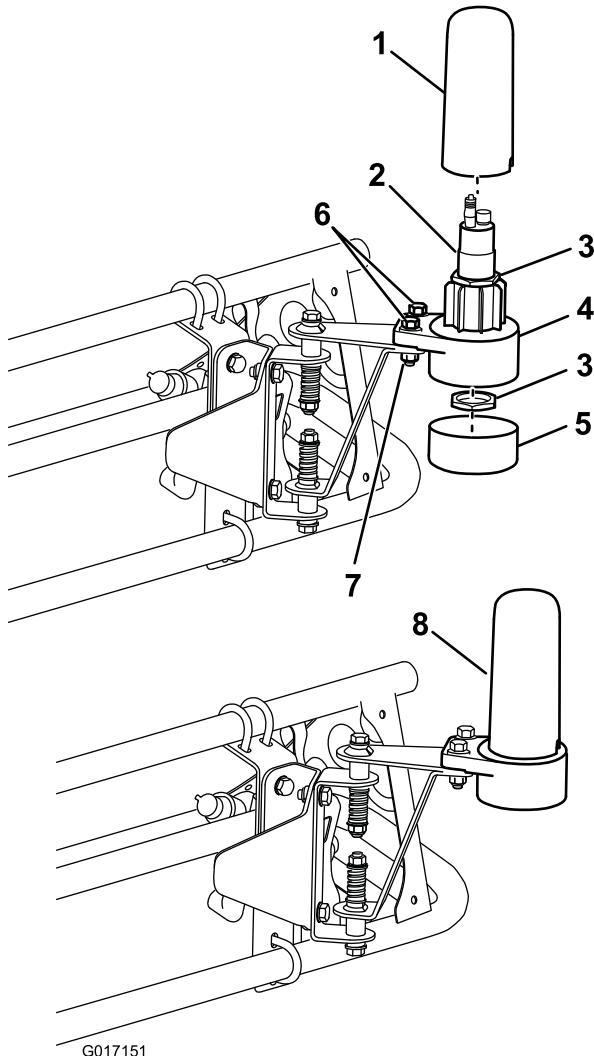

Bild 10
4. Befestigen Sie das untere Sensorgehäuse mit zwei Schrauben (5/16" x 1-1/4") und zwei Sicherungsmuttern (5/16") an den Sensorbefestigen (Bild 10).
6. Setzen Sie den Sensor in das untere Sensorgehäuse ein und befestigen ihn mit den zwei großen Muttern, die dem Sensor beilagen (Bild 10).
7. Montieren Sie das Abdeckrohr und die Abdeckung (Bild 10).